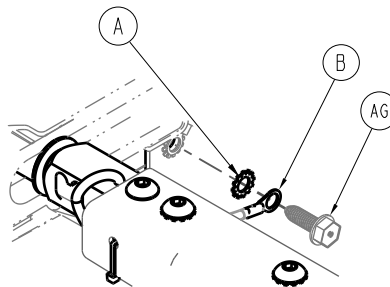

Figure 41 – Vis à tête hexagonale filetée
- a. Du côté tête de l'ensemble IR/appel infirmier, insérer l'une des vis à tête hexagonale filetée (AG) (retirée à l'étape 10) dans l'œillet du fil de terre (B), puis dans une rondelle à denture externe (A) (Figure 41).